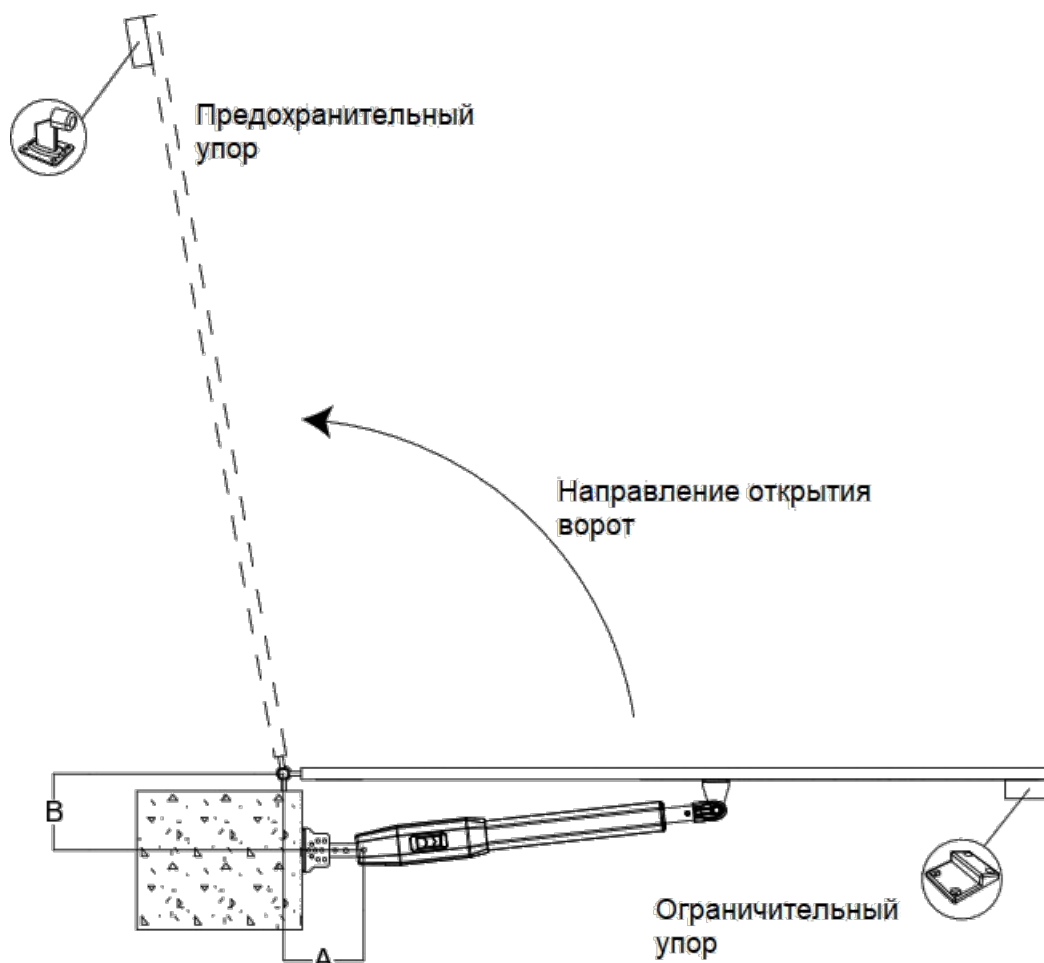

Рисунок 3
- Для безопасности и защиты оборудования установите ограничитель хода ворот в крайнем открытом положении, если они открываются наружу, чтобы предотвратить их открытие на больший угол. Кроме того, установите ограничитель закрытого положения, чтобы 2 створки закрывались точно до их предельного положения (см. рисунок 3). Если ворота открываются внутрь, то установите ограничитель закрытого положения согласно рисунку 2.